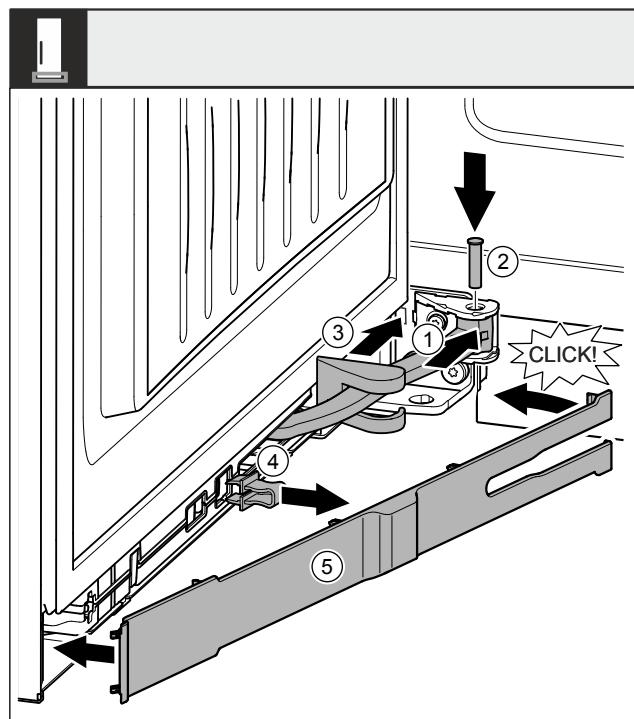

Fig. 54
- ▶ Gelenk Fig. 54 (1) in Aufhängung drehen.
- ▶ Bolzen Fig. 54 (2) mit einem Schraubendreher in Aufhängung und Gelenk einsetzen. Dabei darauf achten, dass der Rastnocken korrekt in der Nut sitzt.
- ▶ Lagerbockabdeckung Fig. 54 (3) entlang des Gelenks schieben und über der Aufhängung montieren.
- Sicherung Fig. 54 (4) abnehmen.
- Blende Fig. 54 (5) griffseitig ansetzen und einschwenken.